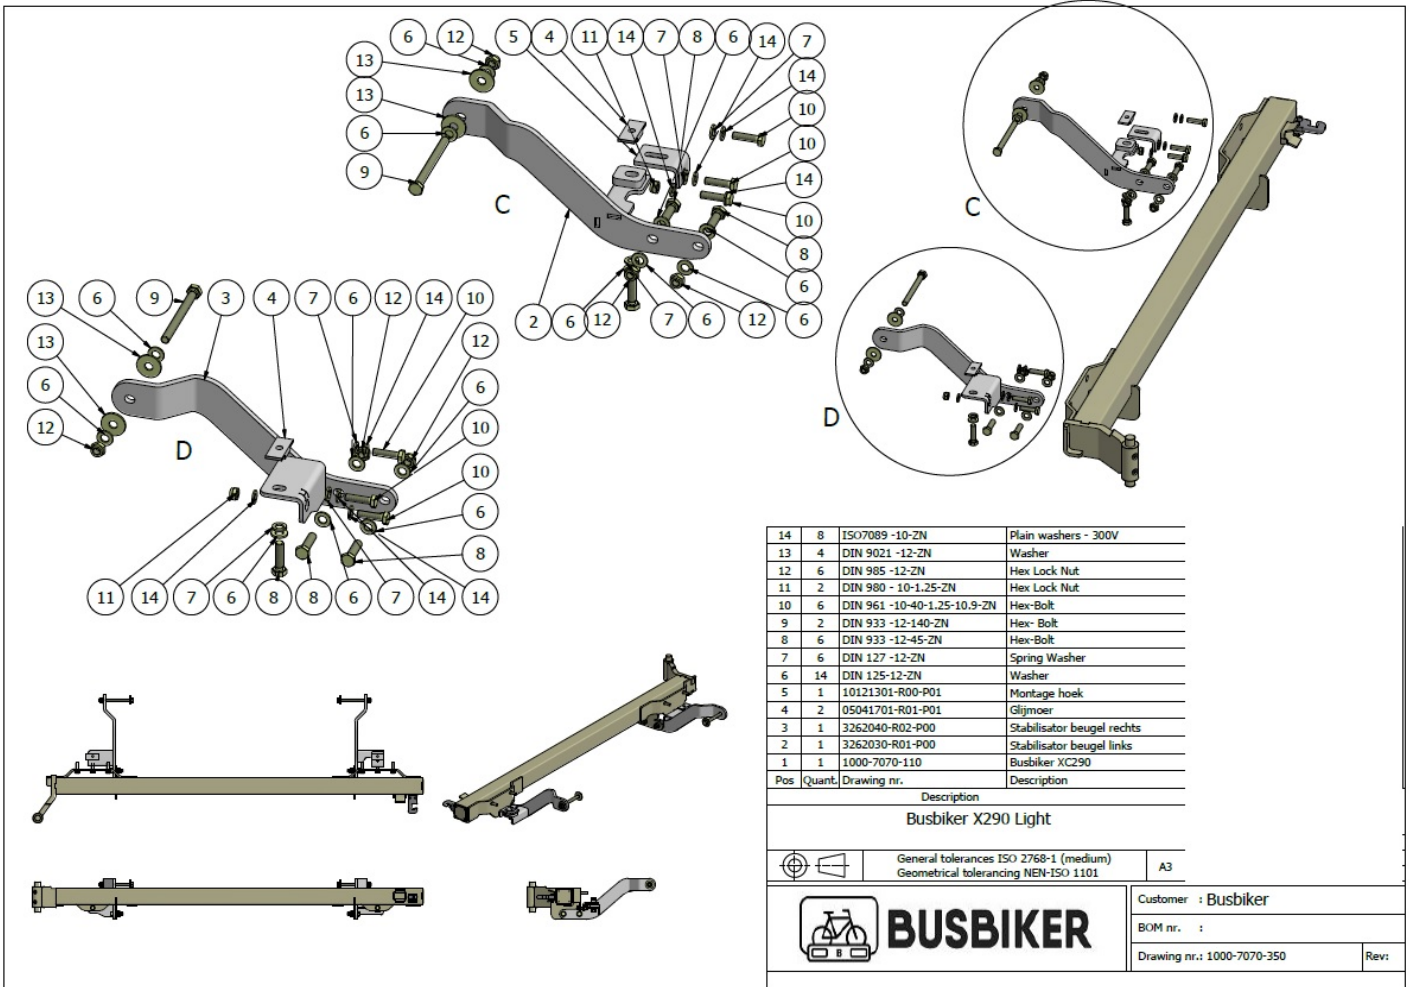

Fig.1
4. Monteer de dwarsbalk op de achterwand. Zie Fig.1
7. Plaats de stabilisatiesteunen. Zie Fig.1
9. Plaats de bouten M12 x 140 Fig.1, gebruik een momentsleutel
4. Fit the cross beam, on the rear panel. See Fig.1.
7. Place supports. See Fig.1
9. Put bolts M12 x 140 in place. Fig.1, use a torque wrench
4. Den Querbalken an die Rückwand montieren. Siehe Skizze Fig 1.
7. Die Halterungen einsetzen. Siehe Fig 1.
9. Die Schrauben M12 x 140 montieren. Siehe Fig 1. Verwenden Sie einen Drehmomentschlüssel
4. Montez la barre transversale sur la paroi arrière : fig.1.
7. Montez les supports. Fig.1
9. Placez les boulons M12 x 140 : fig.1. Utilisez une clé dynamométrique.